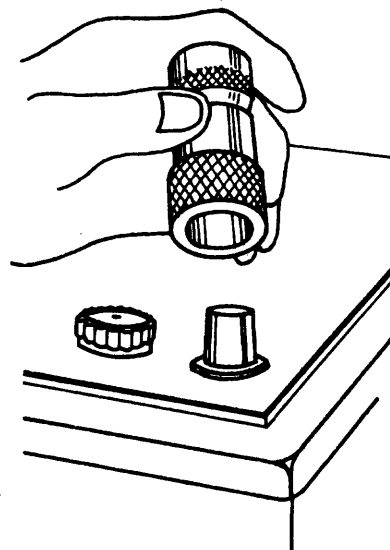

Fig. 2
- d Limpie los bornes de la batería con un cepillo de cerdas de acero o con la herramienta recomendada (fig.2).